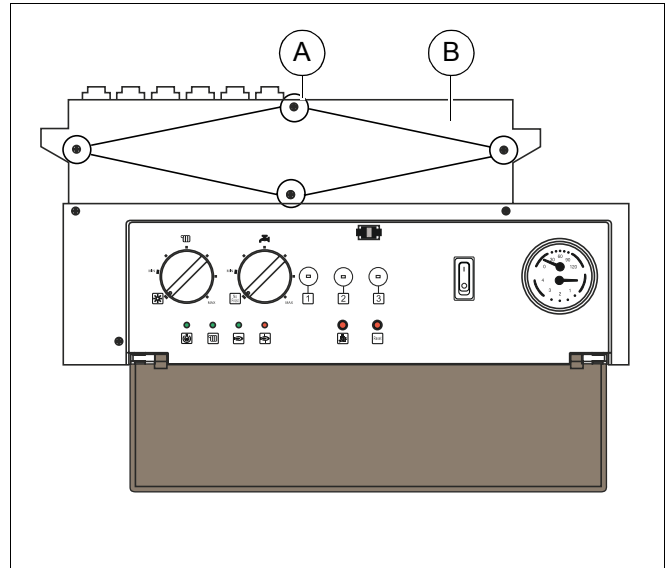

Рис. 36 Установка перемычек
- Для доступа к подключениям открутить четыре винта (рис. 36, поз. А) и снять крышку (рис. 36, поз. В).